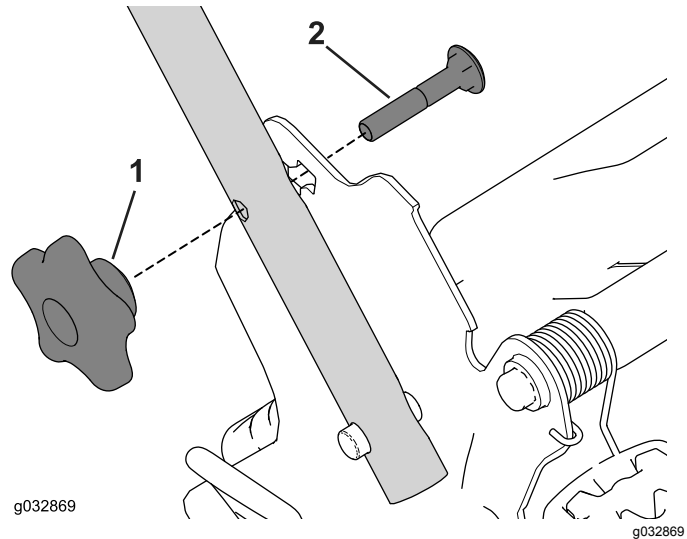

Figura 28
2. Retire y guarde los 2 pernos de cuello cuadrado y los 2 pomos de los soportes del manillar (Figura 28).